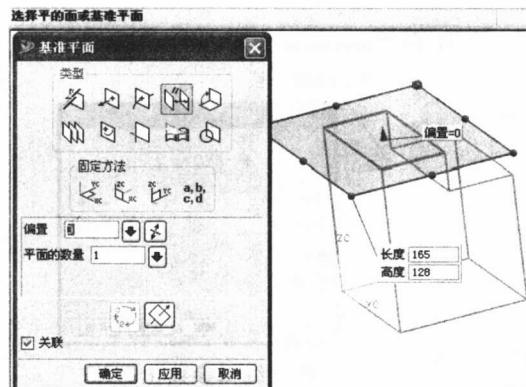

图 1-4 修改基准面大小
(4) 修改基准面的大小。用户可以拖动基准平面边界的控制球，对基准平面进行实时缩放；或在**长度**和**高度**对话框中键入基准平面的大小值。如图 1-4 所示。